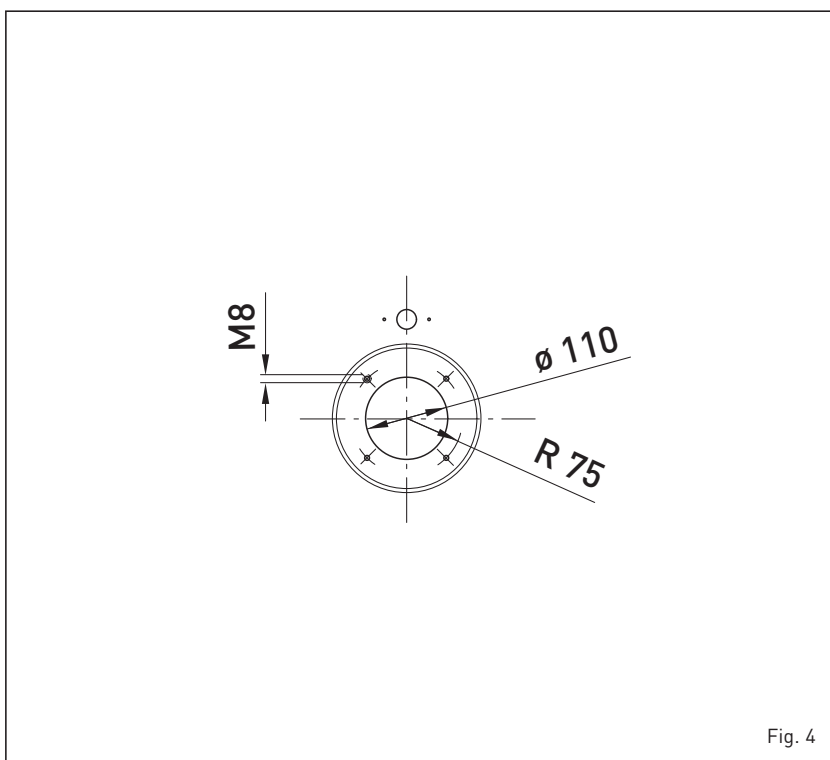

Fig. 4
1.7.2 Montagem dos queimadores (fig. 4)
A porta da caldeira é fornecida preparada para a montagem do queimador (fig. 4).